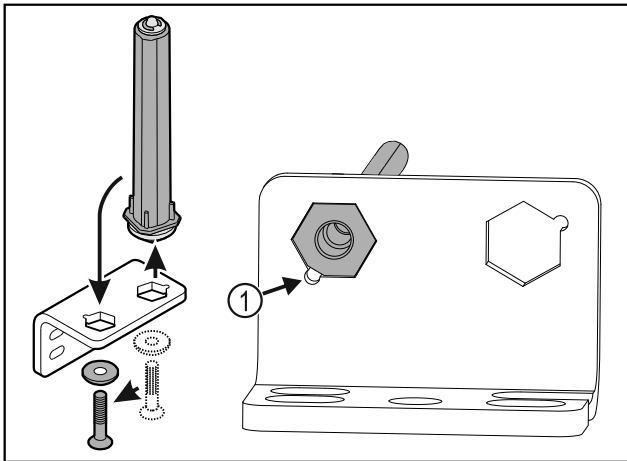

Fig. 34
- ▶ Проследите за тем, чтобы при установке скос пальца Fig. 34 (1) указывал в направлении круглого отверстия.